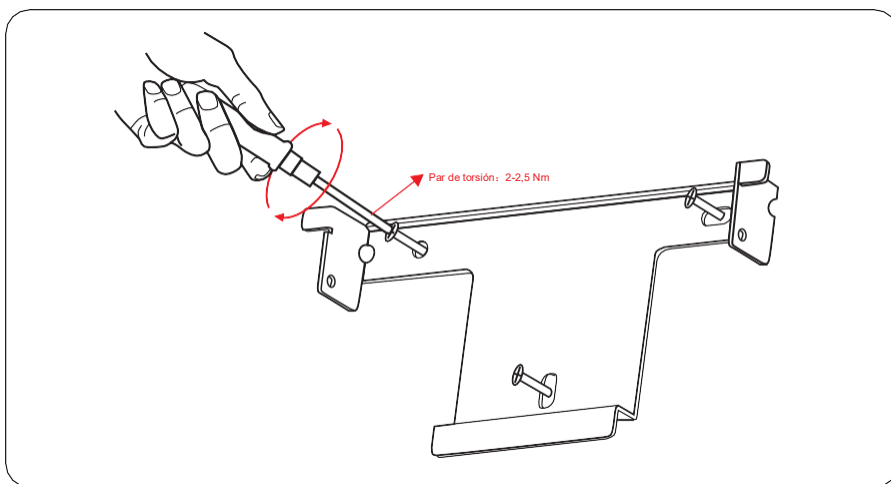

Figura 4.13 Instalación del soporte de fijación
**Paso 5** Alinee el panel posterior con los orificios, introduzca los tornillos de expansión en los agujeros a través del soporte de fijación y apriételes con un par de torsión de 2-2,5 Nm usando una llave dinamométrica (véase la figura 4.13).